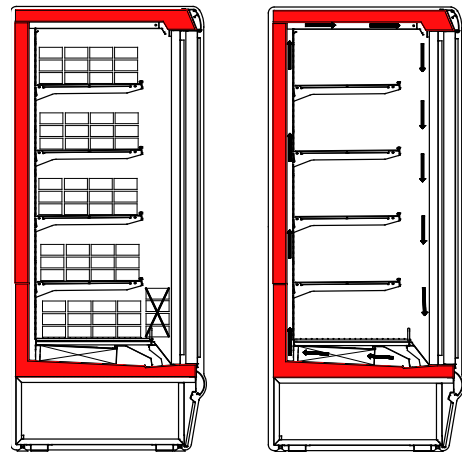

Рис. 14
- Не загромождать отверстия циркуляции воздуха (Рис.14)